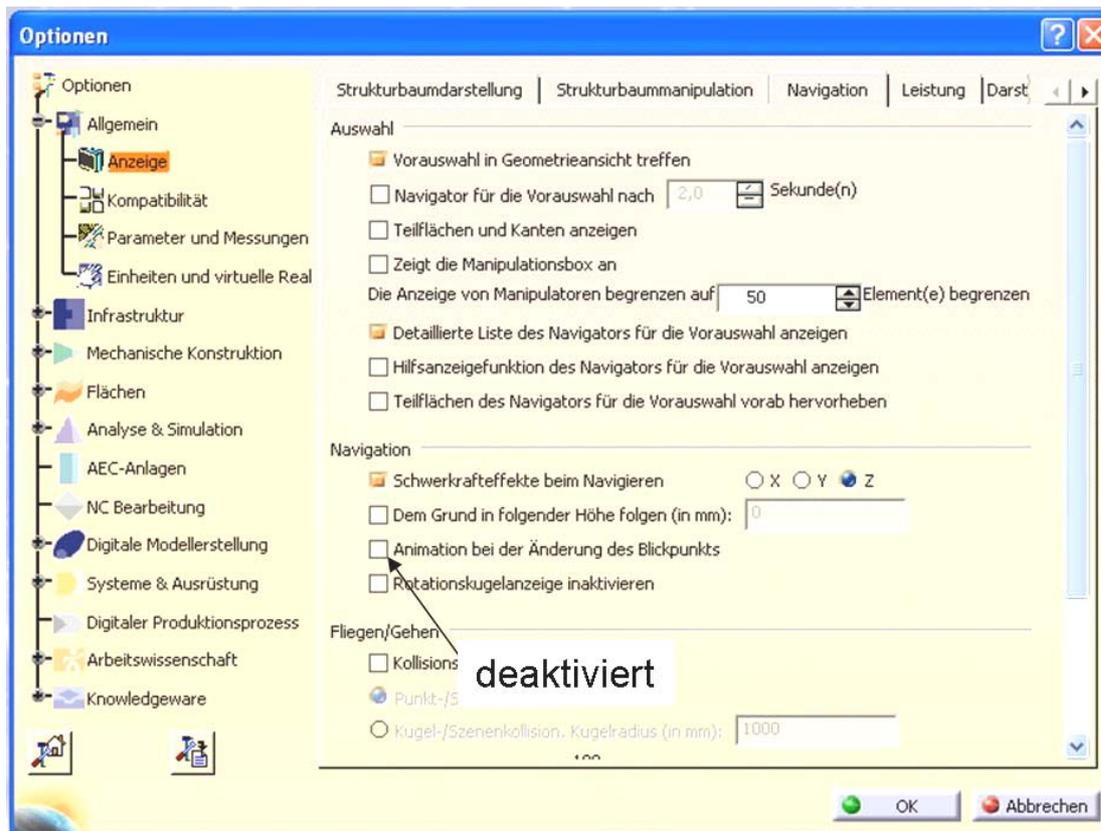

Abb. 8: Tab „Navigation“
- Die Einstellungen im Tab „Navigation“ sollten denen in **Abb. 8** gleichen: